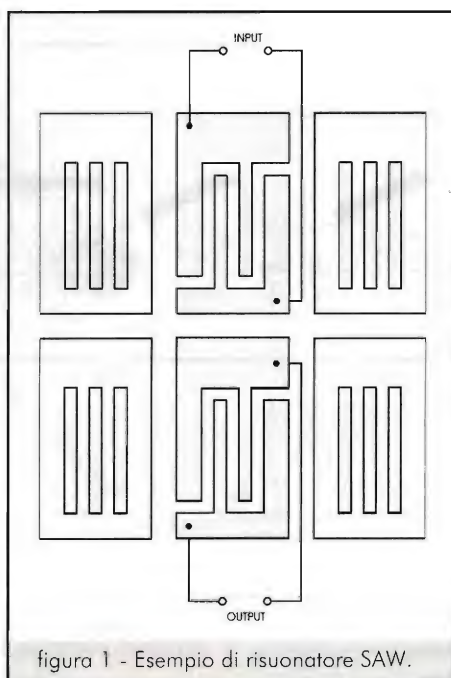

figura 1 - Esempio di risonatore SAW.
Giochi di parole a parte, il titolo di questo paragrafo contiene una solida base scientifica che riguarda proprio l'architettura dei componenti SAW. Vista al microscopio, la parte interna di un SAW appare come una serie di linee disposte a pettine in orizzontale e in verticale, secondo un disegno geometrico simile a quanto riportato in **figura 1**. La frequenza di lavoro dipende dallo spessore e dalla spaziatura delle righe del pettine, fisicamente realizzate con processi fotolitografici sulla superficie di un materiale piezoelettrico. Le dimensioni del "chip", quindi dell'intero disegno, sono dell'ordine di uno o due millimetri quadrati, per cui è facile assumere come termine di paragone un singolo capello. Il funzionamento di un SAW chiama in causa concetti di fisica che qui non approfondiamo, ma per completezza d'informazione possiamo dire che il segnale elettromagnetico applicato in ingresso (IN) subisce una conversione in "segnale meccanico", cioè diventa una specie di onda sonora